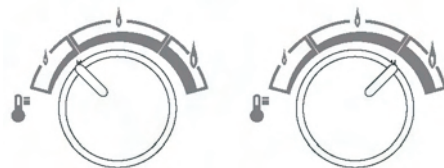

Рис. 11
- Данный прибор с автоматическим регулированием мощности оснащен устройством, позволяющим пользователю ограничивать максимальную мощность. Для этого, поворачивайте рукоятку (20) пока она не окажется между отметками min и max (рис. 11)